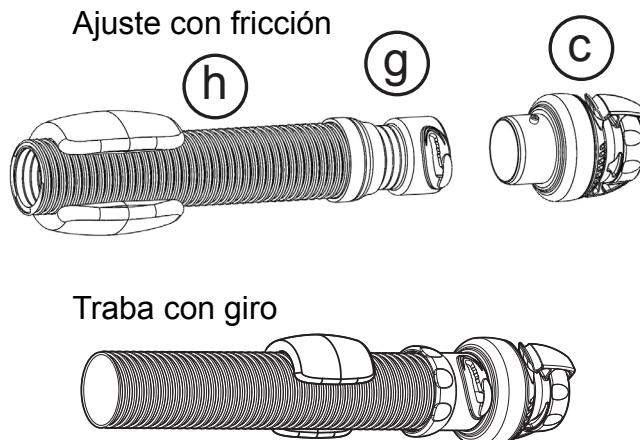

Figura 6. Conecte la VRC
- Verifique que la válvula reguladora de caudal (VRC) (c) esté conectada a la manguera guía (h). La manguera guía (h) es la sección de la manguera que tiene colocado el flotante de gomaespuma. Según el tipo de manguera, es posible también que se requiera la conexión del adaptador de la VRC (g) (figura 6).